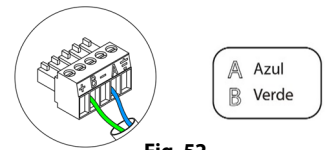

Fig. 52
Para la conexión al bus de conexión Airzone de la central ^④ dispone de 1 borna de 5 pines. Fije los cables con los tornillos de la borna respetando el código de colores (Fig. 52).